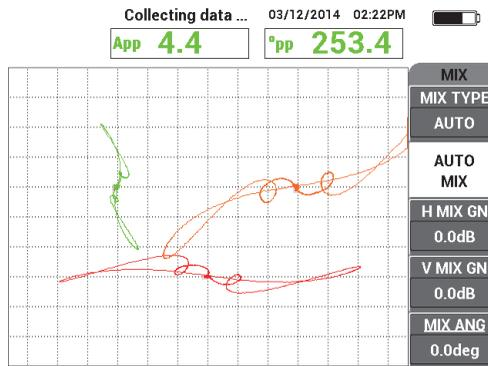

Figura 5-144 La scansione dell'anello di supporto con AUTO COMB.
9. Premere quattro volte il tasto GAIN (**dB**) ed in seguito regolare GUAD.O/V 2 (guadagno orizzontale e verticale 2) fino a quando il segnale della frequenza 2 dell'anello di supporto si estende approssimativamente 10 frazioni orizzontali sulla schermata (vedere Figura 5-144 a pagina 241).
Il NORTEC 600 registra 5 secondi del segnale dell'anello di supporto ed automaticamente effettua la combinazione dei segnali (vedere Figura 5-144 a pagina 241).